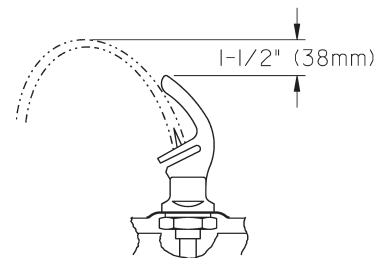

Fig. 4
- 8) Stream height is factory set for 45-50 PSI supply. If supply pressure varies greatly from this, readjust stream height to approximately 1-1/2" (38mm) above the bubbler guard by turning adjustment screw, accessible by removing front push panel, (see Fig. 4 & 5).
- 9) Replace the front panel and secure by retightening four (4) screws.
- 8) Altura del chorro viene configurado de fábrica para el suministro de 45-50 PSI. Si la presión del suministro varía demasiado de este valor, reajuste la altura del chorro a aproximadamente 1-1/2" por encima del protector del borboteador dando vuelta al tornillo de ajuste sacando el panel frontal de empuje, (vea Fig. 4 y 5).
- 9) Vuelva a colocar el panel frontal y asegúrelo apretando nuevamente los cuatro (4) tornillos.
- 8) Hauteur de flux est réglé en usine pour la fourniture de 45 à 50 lb/po². Si la pression varie beaucoup de ce point, ajustez le niveau à nouveau à environ 1-1/2" (38mm) au-dessus du protège-barboteur en tournant la vis de réglage du régulateur que l'on trouve en retirant le panneau, (voir fig. 4 et 5).
- 9) Remplacez le panneau avant et fixez le en place en resserrant les quatre (4) vis.